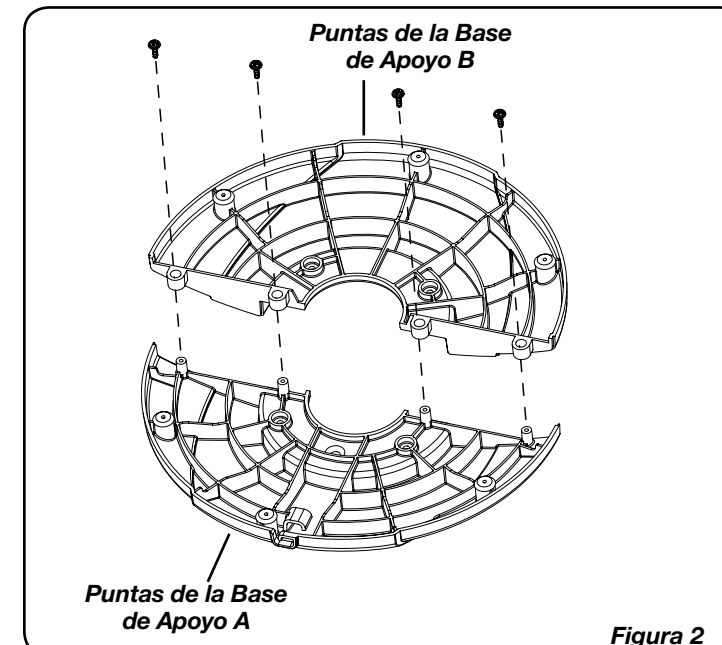

Figura 2
3. Asegure (4) #8 X 1/2" (1.27 cm) Tornillos en los dos orificios externos en la parte inferior de la Base cuando mostrado. (*Figura 2*)